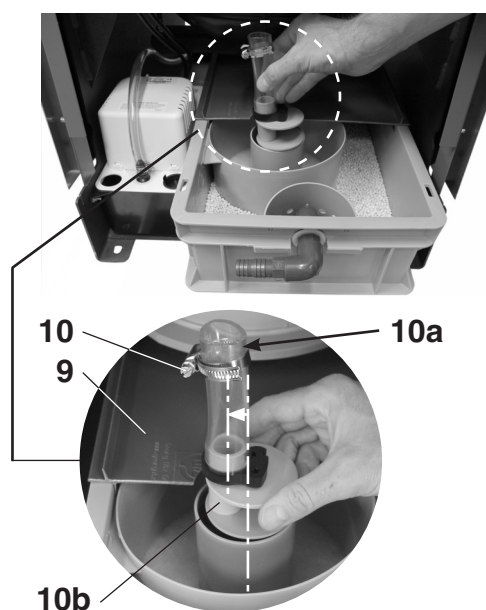
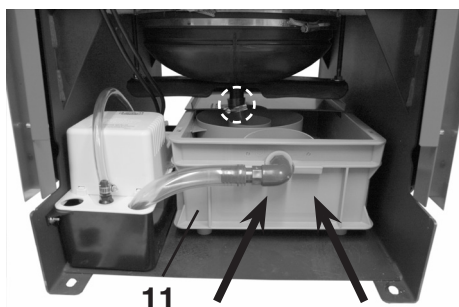
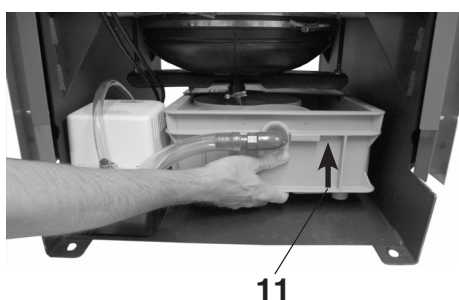

Fig. 18
Fig. 19
Fig. 20
6. Inserire il coperchio posteriore (9, fig. 18) del box di neutralizzazione.
7. Applicare la staffa (10, fig. 18) ad una distanza di circa 20mm dalla parte terminale superiore del tubo flessibile e stringerla leggermente. Il tubo (10a, fig. 18) dalla parte in entrata (10b, fig. 18) deve essere orientato verso sinistra.
8. Spingere il box di neutralizzazione (11, fig. 19) nella caldaia finché il tubo del sifone (10a, fig 18) viene a trovarsi esattamente sotto il bocchettone di scarico.
9. Sollevando il box di neutralizzazione (11, fig. 20) il tubo flessibile del sifone (10a, fig. 18) può essere spinto senza problemi sul bocchettone di scarico della vaschetta del condensato.